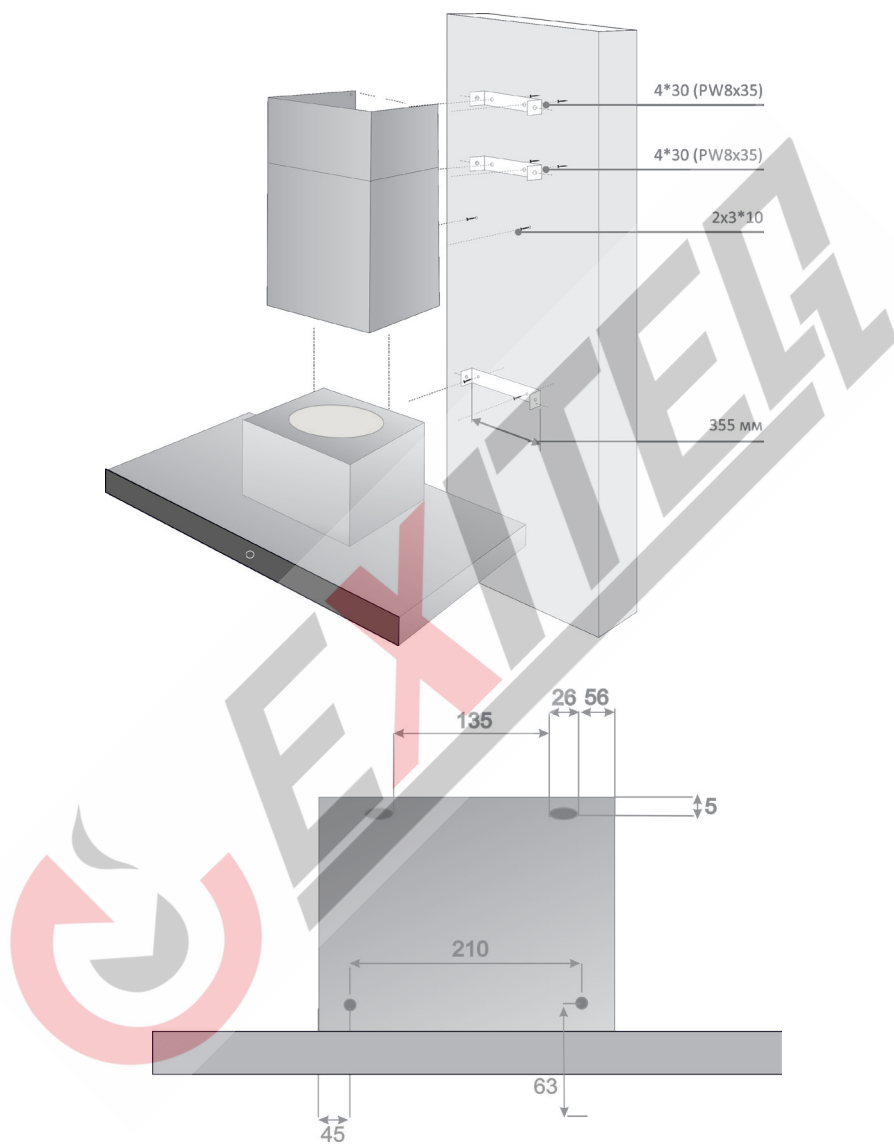

Рис. 8 Схема монтажа вытяжки
При навешивании вытяжки, перед установкой необходимо дополнительно 4 отверстия диаметром 8 мм, чтобы закрепить кронштейн болтами и дюбелями, идущими в комплекте. (Рис. 8)
2. Просверлите отверстия по отметкам (8\*40 мм). Вставьте дюбеля. Поставьте изделия и зафиксируйте саморезами (4\*30 мм). (Рис.8)